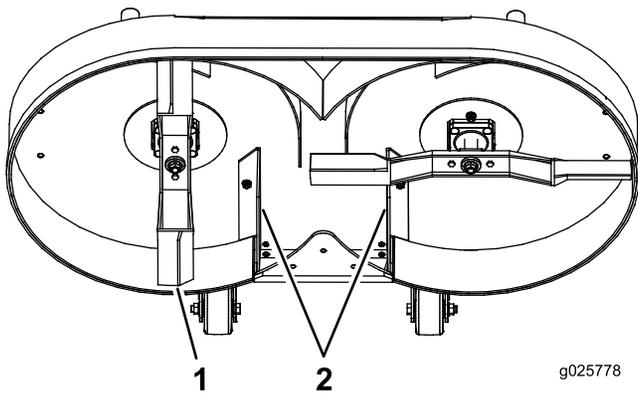

Figure 1
- Déposez les déflecteurs de chaque côté de l'ouverture d'éjection du tablier de coupe et conservez-les pour un usage ultérieur (Figure 1).